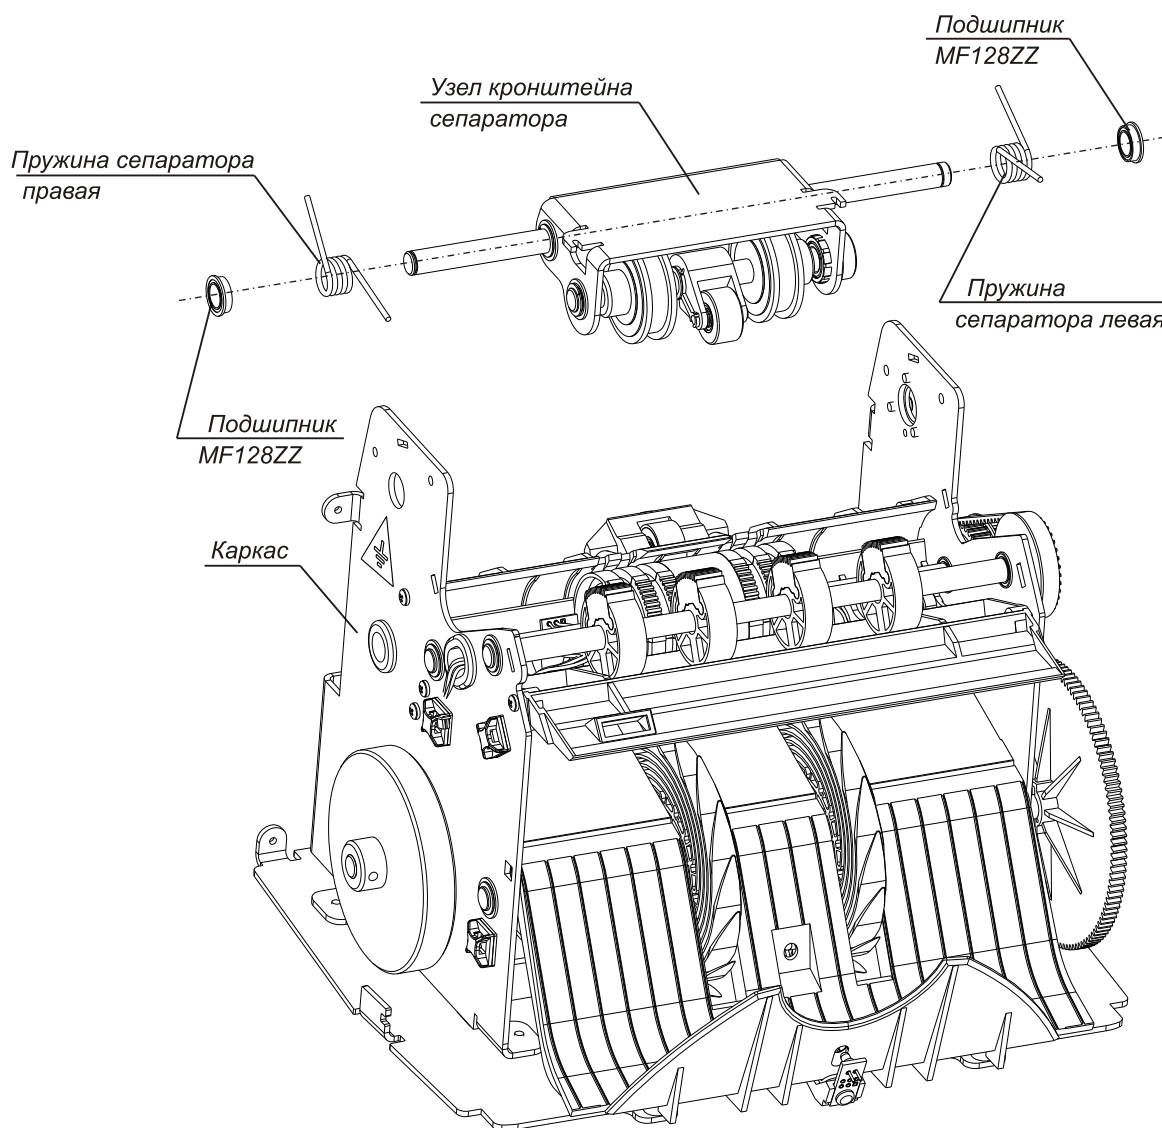

Рис. 18
1. Снимите два шариковых подшипника MF128ZZ (Рис. 18).